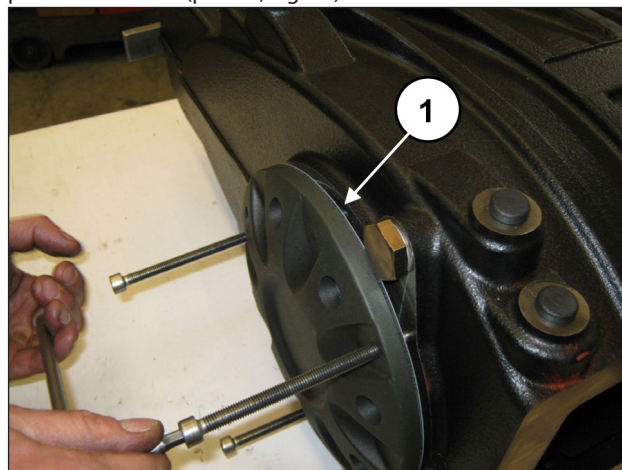
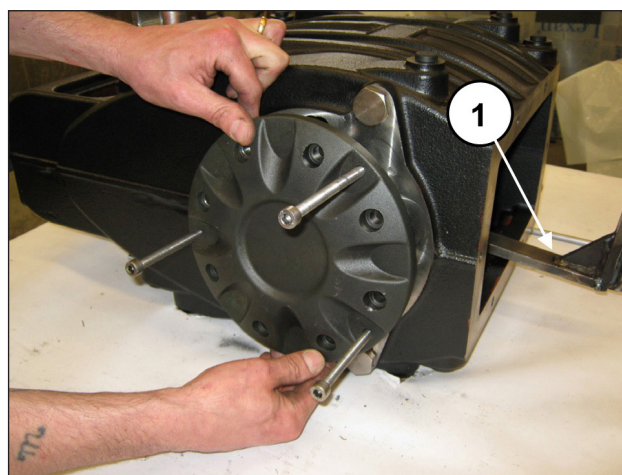

Fig. 29
Fig. 30
Aperte os 3 parafusos M8 gradualmente (pos. ①, Fig. 29) para evitar que a tampa possa se inclinar demasiadamente e ficar bloqueada no seu lugar. Providencie a remoção da tampa do mancal, apoiando o eixo para evitar danos (pos. ①, Fig. 30).